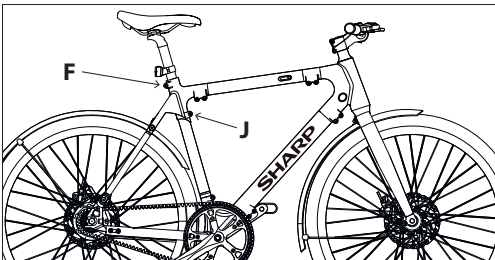

Figura 3-1
- Afloje los tornillos [F] y [J] en sentido antihorario con una llave Allen de 5 mm, inserte el poste del asiento en el cuadro, como se muestra en [Figura 3-1].